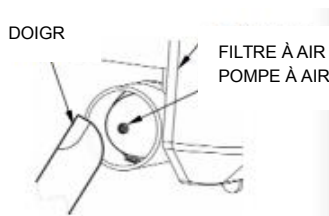

Fig. 11A
1. Pour le démarrage du moteur froid, appuyez sur la pompe à air 1 à 3 fois, Fig. 11A (si le moteur n' est pas équipé d' un starter automatique)